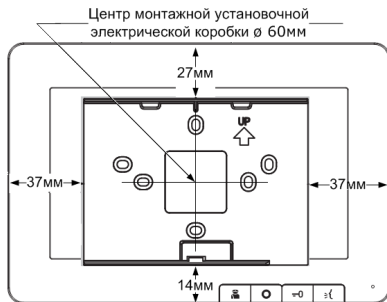

Рис. 1
- Сделайте разметку места установки монтажной панели монитора, с учетом расстояний приведенных на рис. 1